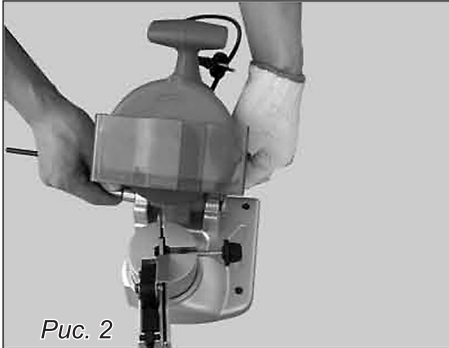

Рис. 2
- Расположите станок на рабочем столе (рис. 2). Разметьте на поверхности стола положение крепежных отверстий. Просверлите отверстия $d=8$ мм. Прикрепите станок к рабочему столу через два крепежных отверстия в основании 3.